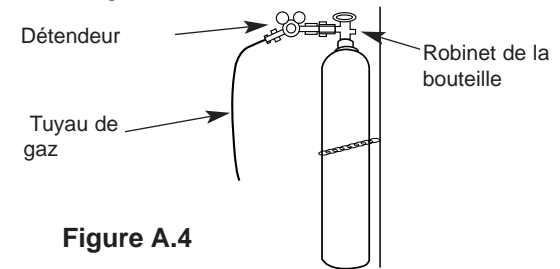

Figure A.4
1. Enchaîner la bouteille à un mur ou à un autre support fixe pour empêcher qu'elle ne tombe. Isoler (électriquement) la bouteille du circuit de retour et de la terre. Se reporter à la figure A.4.